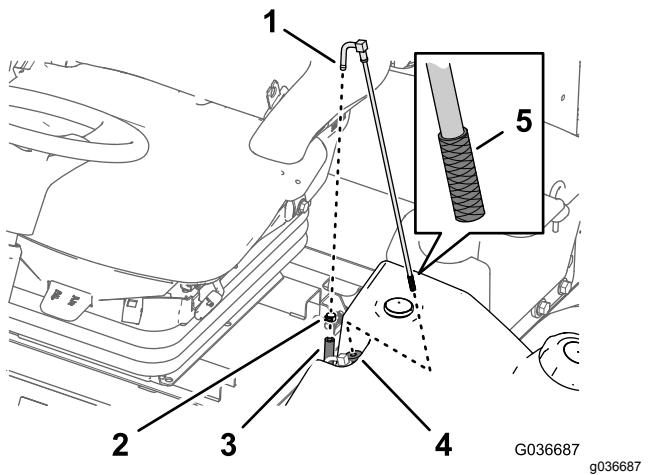

Figura 91
- Rimuovete la fascetta stringitubo che fissa il flessibile di alimentazione del carburante al raccordo del tubo di adduzione del carburante (Figura 91).
- Separate il flessibile dal raccordo (Figura 91).
- Sollevate il tubo di adduzione del carburante dal serbatoio del carburante (Figura 91).
- Pulite eventuali detriti dalla griglia all'estremità del tubo di adduzione del carburante (Figura 91).
- Inserite il tubo di adduzione del carburante attraverso la boccola in gomma e nel serbatoio (Figura 91).